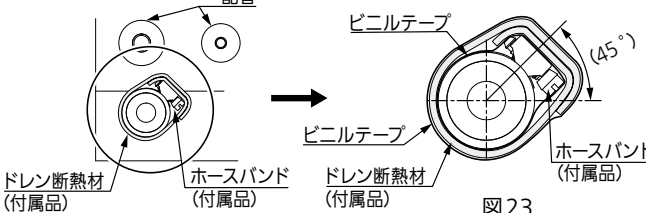

図23
- 図23のようにホースバンドをドレンホースの端から5 mmはなしたところにしっかり締め付けてください。
- ホースバンドの固定部が図23のように45°の範囲になるように取り付けホースバンドが広がらないように、ビニルテープを巻いてください。
- ドレン断熱材（付属品）のはがれを防ぐため、ホースバンドにビニルテープを巻いてください。（13 ページ 図 23）
- その上からドレン断熱材（付属品）を隙間のないように巻いてください。（13 ページ 図 23）